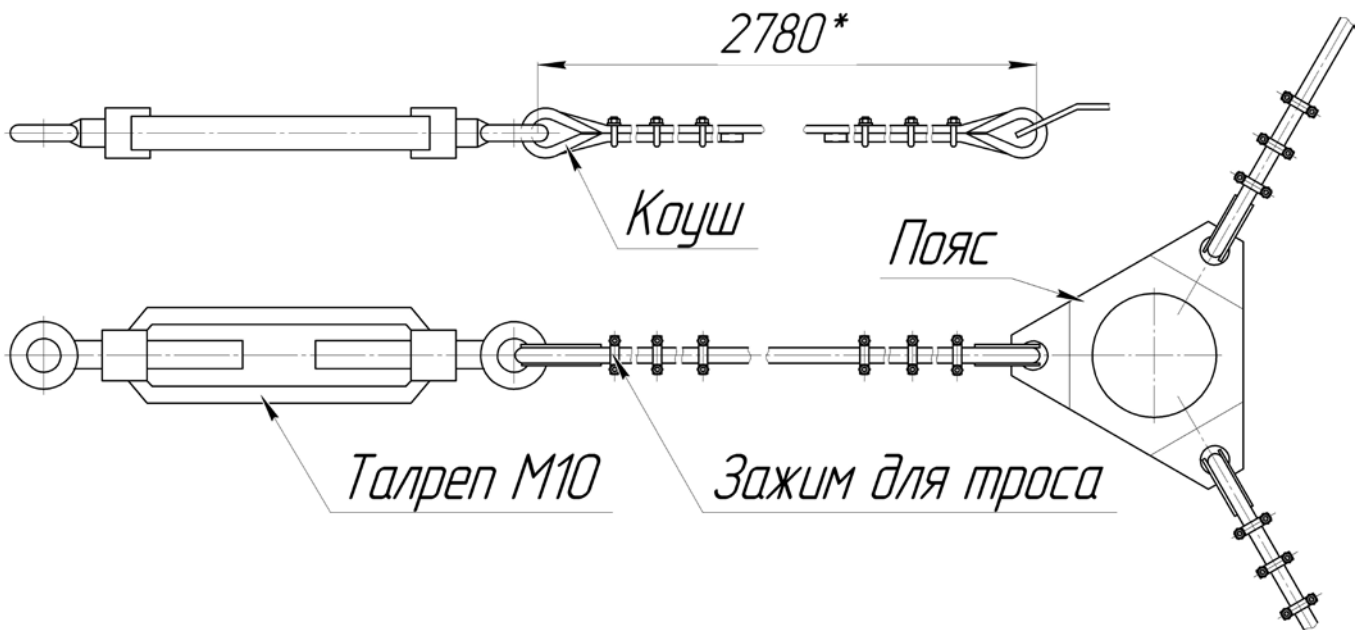

Рисунок 3 – Пояс с оттяжками
6.1.12 Размотать пояс с оттяжками (рисунок 3).